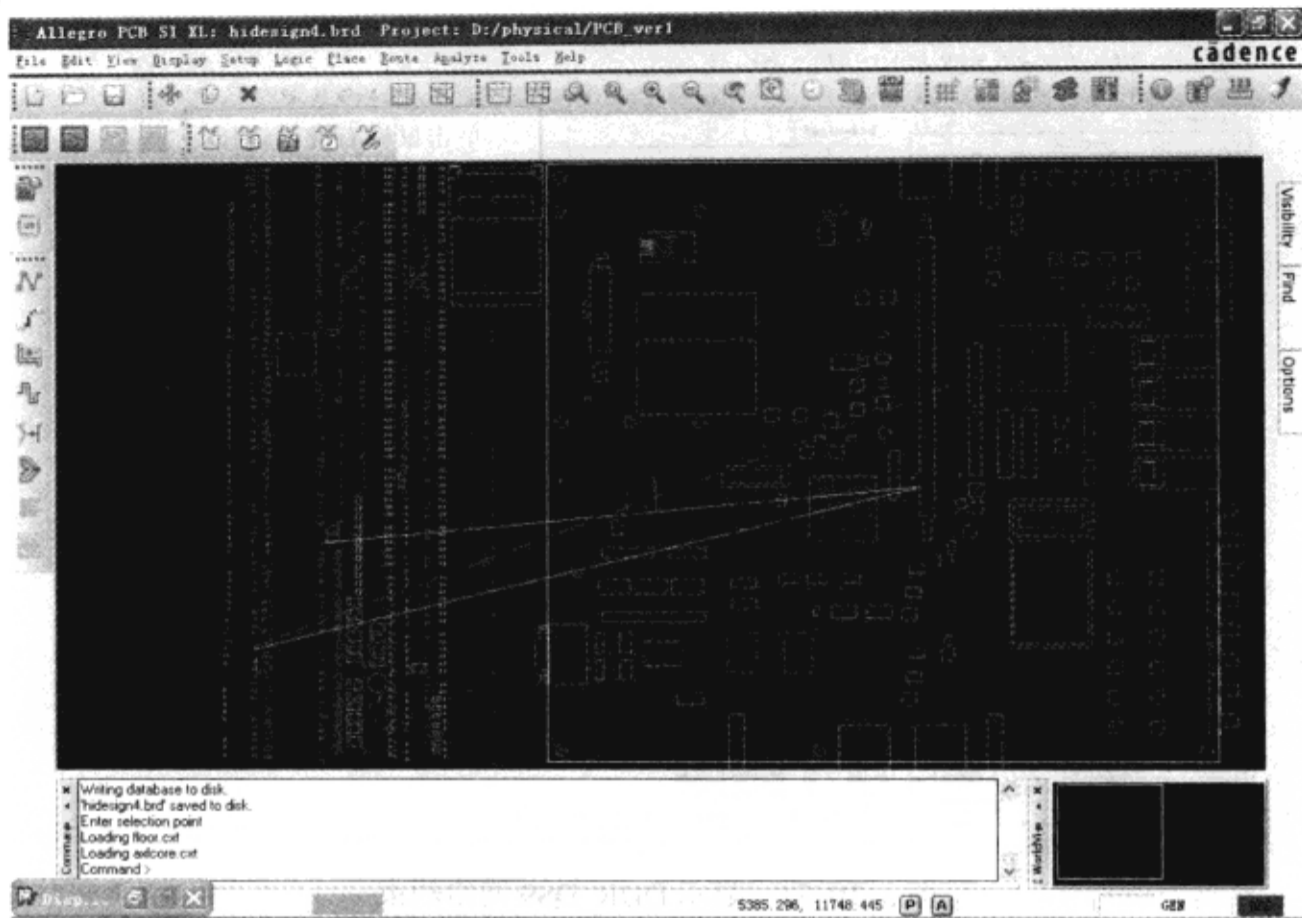

图 3-10-74 显示飞线
(7) 单击“Select All”按钮，显示飞线，如图 3-10-74 所示。